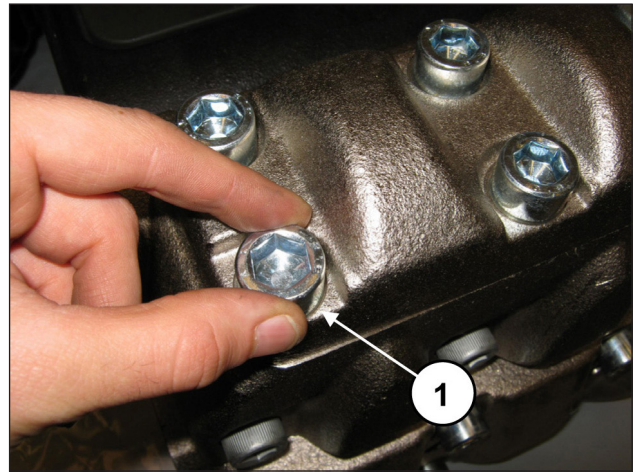
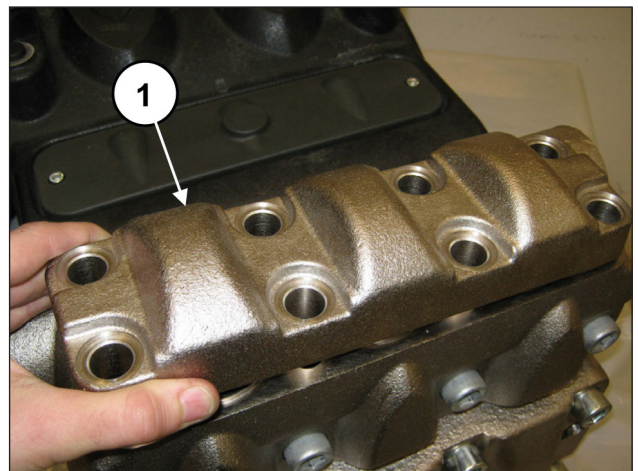

Abb. 133
Abb. 134
Verfahren Sie zur Abnahme der Ventilgruppen wie folgt: Lösen Sie die 8 Schrauben M16x45 des Druckventildeckels (Pos. ①, Abb. 133) und nehmen Sie den Deckel ab (Pos. ①, Abb. 134).